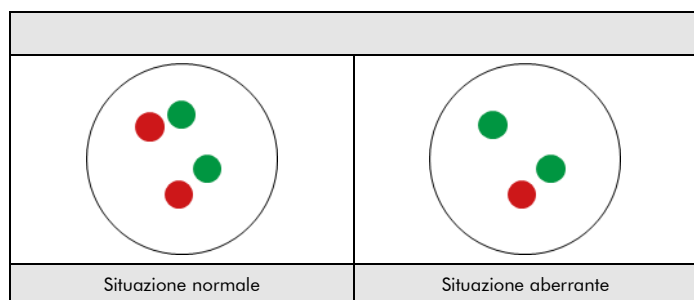

Fig. 2: Risultati attesi in situazione normale e aberrante
**Situazione normale:** Nelle interfasi di cellule normali o di cellule senza delezioni che coinvolgono il locus 19q13, appaiono due distinti segnali rossi a forma di punto e due distinti segnali verdi a forma di punto. (vedere Fig. 2).
**Situazione aberrante:** In una cellula con delezione che interessa il locus 19q13, si osserverà un numero ridotto di segnali rossi. Le delezioni che interessano solo parti del locus 19q13 possono dare luogo a un modello di segnale normale con segnali rossi di dimensioni ridotte (vedere Fig. 2).